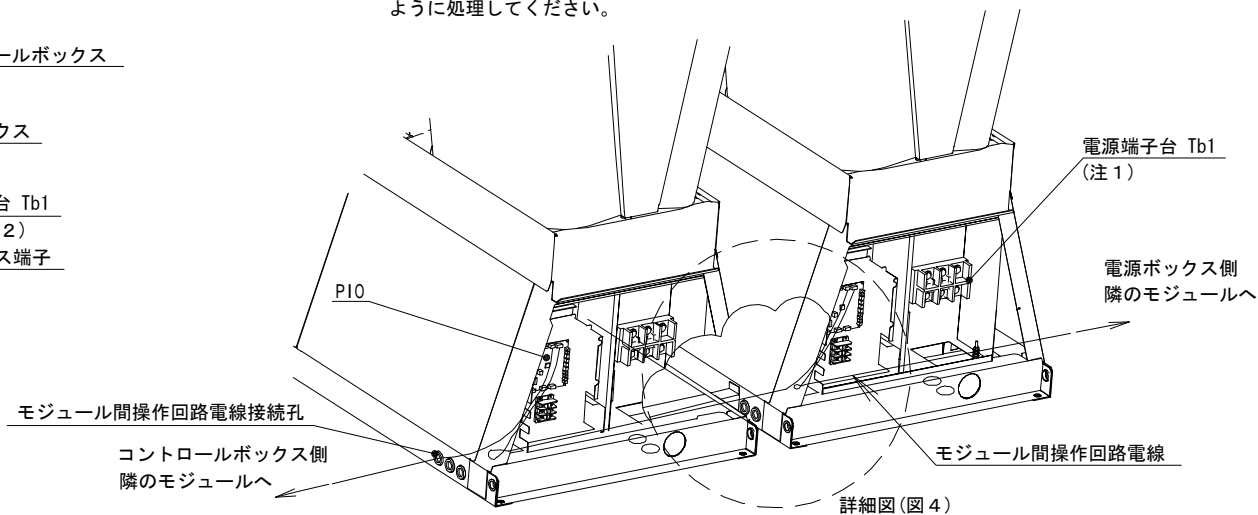
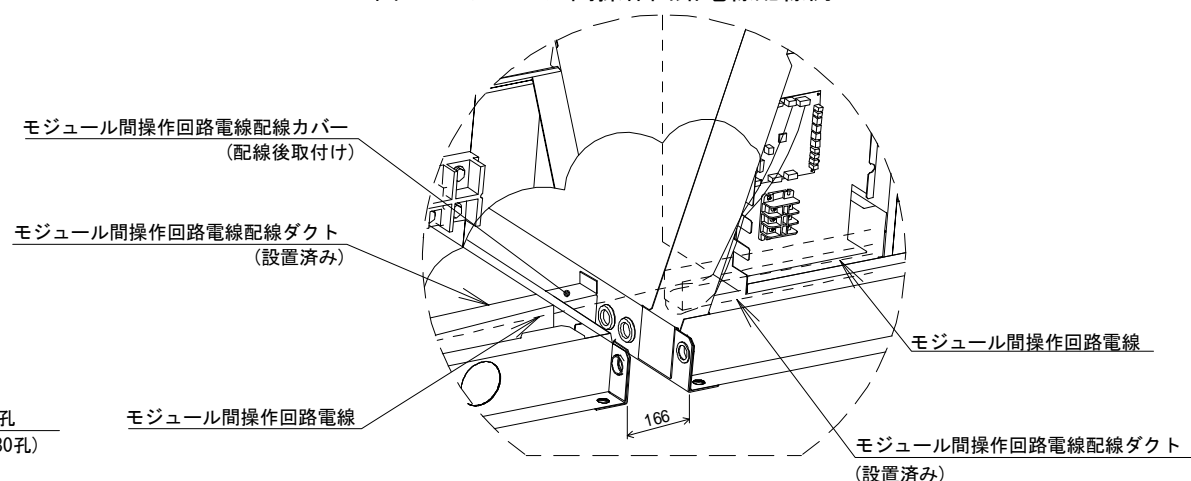

図3 モジュール間操作回路電線配線例
図4 詳細図
- 注3. 付属の配線を使用し、モジュール間の操作回路電線の接続を行ってください。（図3）その後、付属の操作回路電線配線カバーをモジュール間に取付けて下さい。（図4）（モジュール間を最小寸法（下部モジュール間隔166mm）で連結設置していない場合には、付属の操作回路電線および配線カバーを使用することはできません。その場合にはモジュール間距離を考慮した電線および配線保護を手配し、施工してください。）